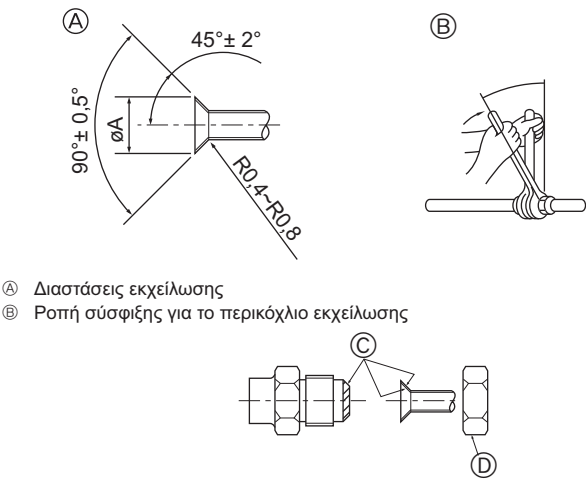

Fig. 5-6
Α (Fig. 5-6)
Β (Fig. 5-6)
5.5. Σωλήνες σύνδεσης (Fig. 5-6)
- Πριν βιδώσετε το περικόχλιο εκχέλιωσης απλώστε στο σωλήνα και στην κοινή επιφάνεια που επικάθεται λεπτό στρώμα από ψυκτικό λάδι. ④
- Χρησιμοποιήστε δύο κλειδιά για να σφίξετε τις συνδέσεις των σωλήνων. ⑤
- Αλείψτε με ψυκτικό λάδι ολόκληρη την επιφάνεια στα διαπλυσμένα τμήματα. ⑥
- Χρησιμοποιήστε τα περικόχλια εκχέλιωσης όπως περιγράφεται παρακάτω. ⑦